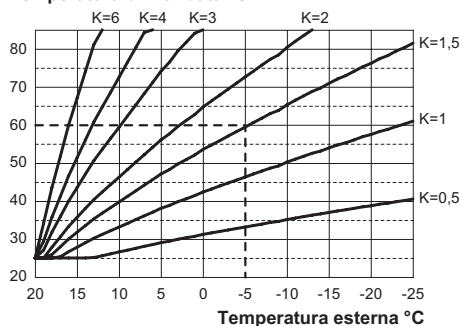

Figura 5.29
Se alla caldaia **È COLLEGATO** il comando remoto (opzionale) riferirsi alla Figura 5.29. In questo caso il settaggio del coefficiente K deve essere fatto da remoto.
Il coefficiente K è un parametro che innalza o abbassa la temperatura di mandata caldaia al variare della temperatura esterna. Quando si installa la sonda esterna bisogna impostare questo parametro in base al rendimento dell'impianto di riscaldamento per ottimizzare la temperatura di mandata (Figura 5.29).
Es. Per avere una temperatura di mandata all'impianto di riscaldamento di 60°C con una esterna di -5°C si deve settare un K di 1,5 (linea tratteggiata in Figura 5.29).
- Utilizzando i tasti 15 o 16 è possibile modificare il valore del parametro 15 da un minimo di **01** ad un massimo di **60** in base alla curva scelta del coefficiente K in Figura 5.29 (il valore letto sul display corrisponde a valori decimali di coefficienti K).